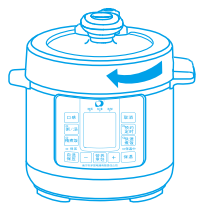
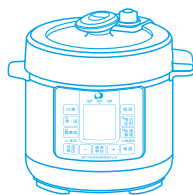
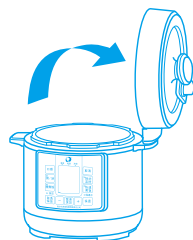

图1A
图1B
图1C
- 1、开盖。先用手握紧锅盖提手，顺时针方向旋转锅盖至开盖位置，然后直接向上翻起锅盖(见图1A、图1B、图1C)。